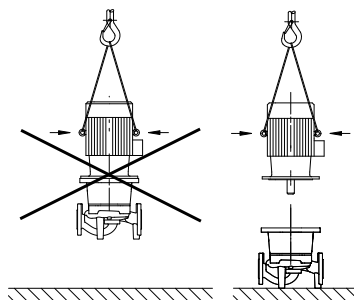

Rys. 7: Transport pompy
- Uchwyty transportowe umieszczone na silniku służą przy tym tylko do zamocowania zawiesi (rys. 7).